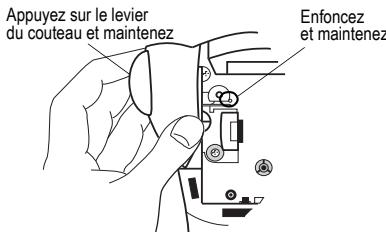

Figure 12
2. Placez la pointe d'un stylo à bille ou d'un crayon sur la pièce en forme de L comme illustré par la Figure 12 et enfoncez la pièce.